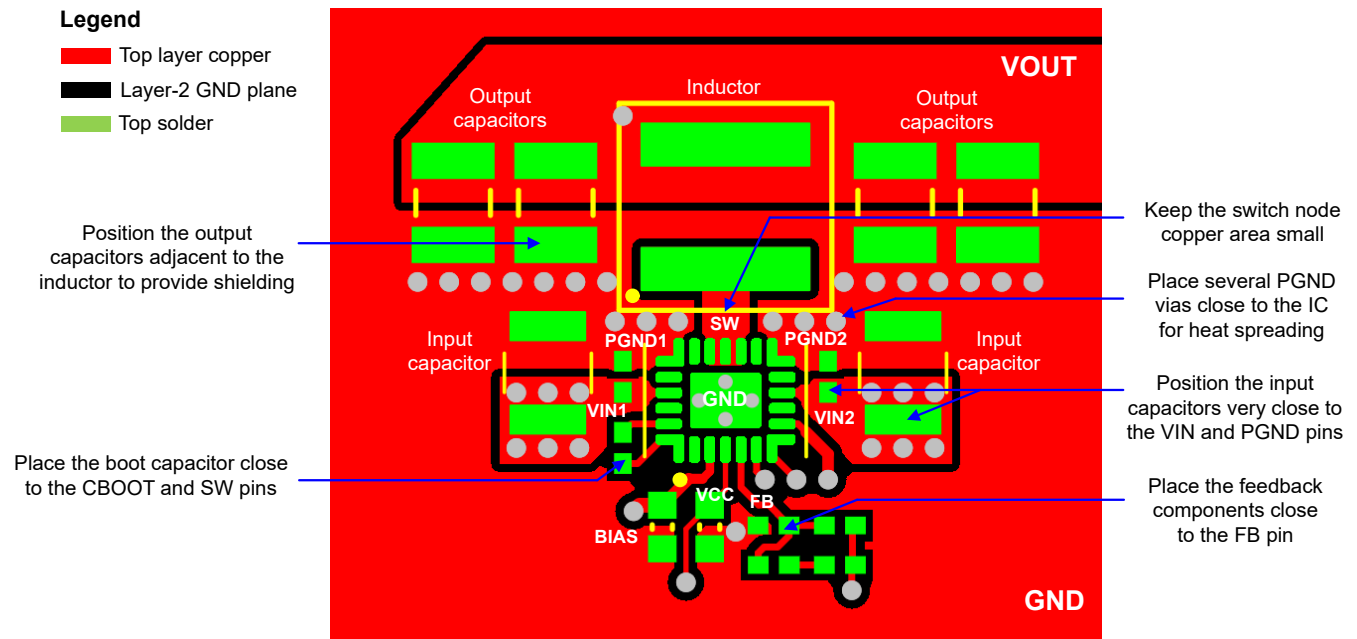

图 8-22. PCB 布局示例
以下列表总结了用于优化直流/直流转换器性能（包括热特性和 EMI 特性）的 PCB 布局和元件放置基本指南。**图 8-22** 展示了 LM64440-Q1 或 LM64460-Q1 的推荐布局，并优化了功率级和微小信号元件的布局和布线。
- 在 VIN1 到 PGND1 和 VIN2 到 PGND2 之间放置具有 X7R 或 X7S 电介质的低 ESR 陶瓷电容器。将 0402 电容器靠近每个引脚对放置以实现高频旁路，如 图 8-22 所示。每侧使用相邻的 1206 或 1210 电容器作为大容量电容。